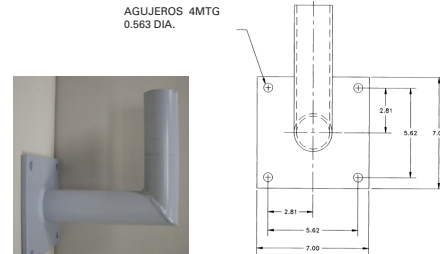

Figura 2 - Patrón de agujeros de pernos SWB6
1. Determinar la ubicación de montaje del soporte SWB6 usando el patrón de agujeros de pernos que se muestra en la Figura 2.
2. Instalar el soporte SWB6 (con el codo orientado hacia arriba) usando cuatro (4) pernos o tirafondos de 1/2" (no incluidos) o soldando en el lugar.